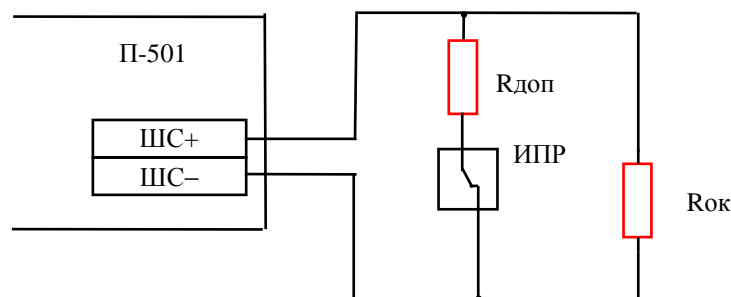

Рисунок 10.11 Пример подключения извещателя пожарного ручного в ШС
**Пример подключения ручного извещателя** приведен на рис. 10.11.